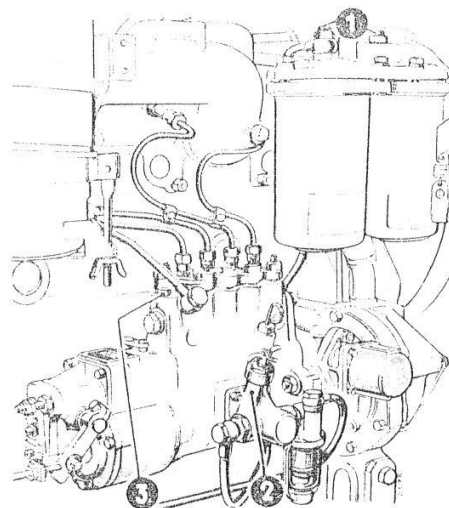

FIG. 11
- a) Dévisser d'un tour les deux vis de purge (**rep. 1, fig. 11**) disposées à la partie supérieure des filtres. Faire basculer vers l'arrière le ressort de positionnement de la pompe d'amorçage à main (**rep. 2, fig. 11**).
- b) Dévisser d'un tour la vis de purge (**rep. 3, fig. 11**) située à la partie supérieure de la pompe à injection, et actionner à nouveau le piston de la pompe à main. Dès que le combustible sortira sans bulle d'air, rebloquer la vis, et, après quelques coups de pompe supplémentaires, rabattre le ressort de positionnement sur la poignée de commande de la pompe d'amorçage.